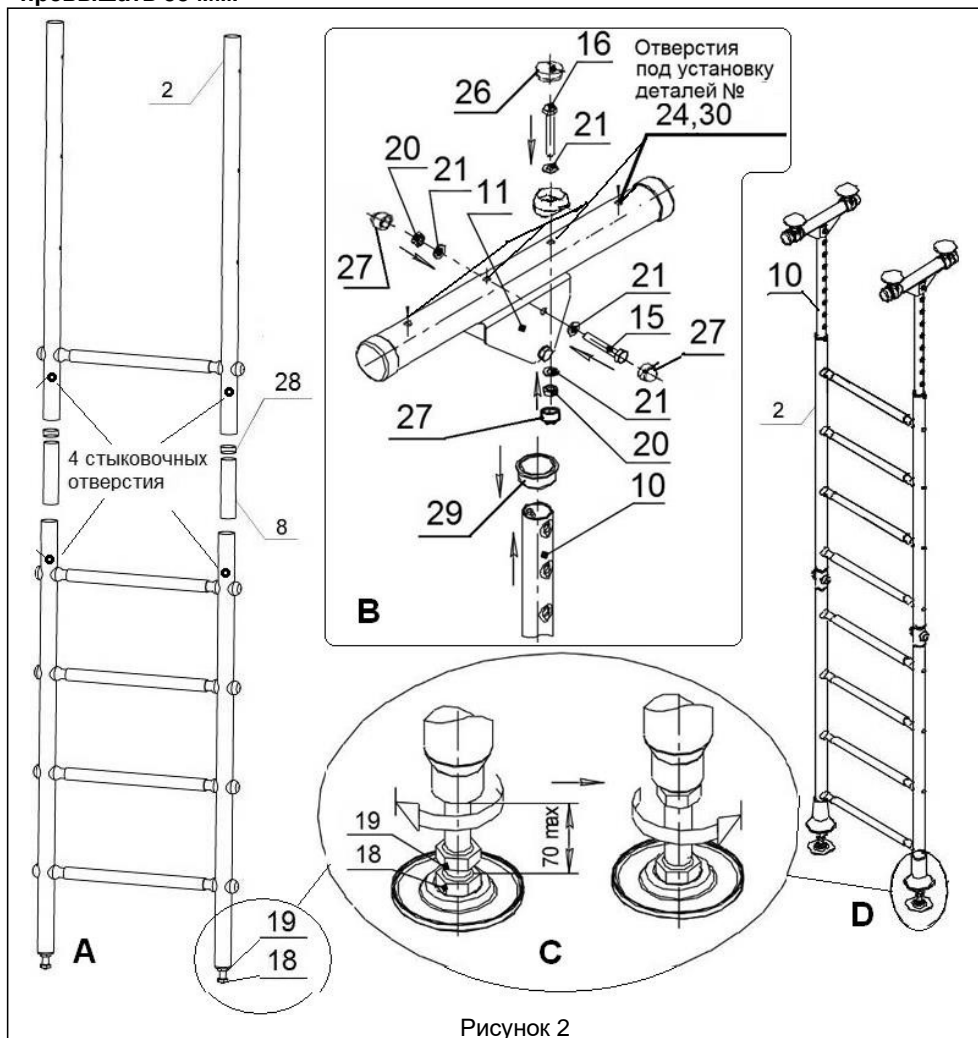

Рисунок 2
3.8. Укрепите Комплекс распорным болтом (поз.18) рисунок. Окончательно затяните все перекладины. Запрещается выкручивать болт (поз.18) более чем на 70 мм (см. рис. 2 (с)). После распора Комплекса — затяните контр гайку (поз.19) рисунок 2 (с). Вертикальность установки Комплекса контролировать с помощью отвеса.